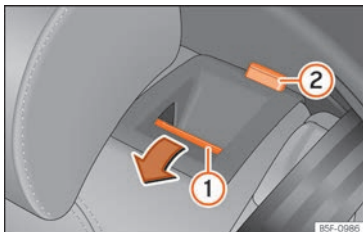

Abb. 74 Rücksitz: Rücksitzlehne vorklappen.
- Entriegelungstaste » (Abb. 74) ① nach vorn drücken und gleichzeitig die Rückenlehne umklappen. Die Rücksitzlehne ist entriegelt, wenn die rote Markierung des Tasters ② sichtbar ist.